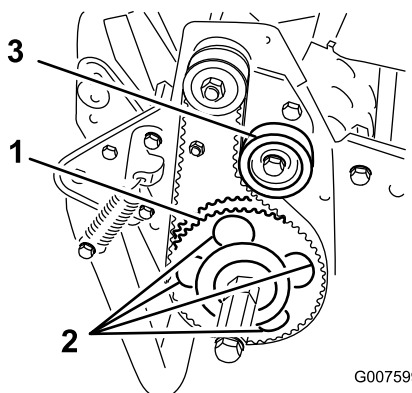

Рисунок 51
7. Поворачивайте ведомый шкив валика до совмещения с 4 винтами с буртиком подшипника валика (Рисунок 51).
11. Отрегулируйте натяжение ремня и затяните винт крепления натяжного ролика. (Рисунок 51).